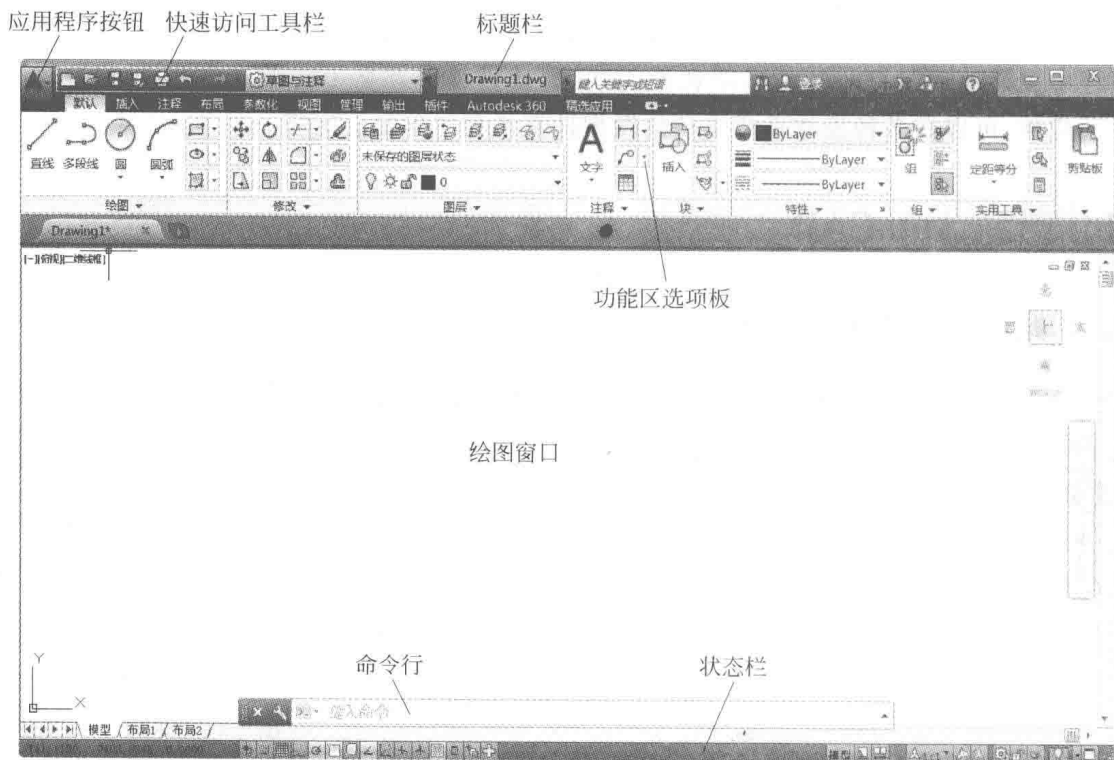

图 1-3 “草图与注释”绘图界面
(2) 系统打开“草图与注释”的绘图界面,界面如图 1-3 所示。